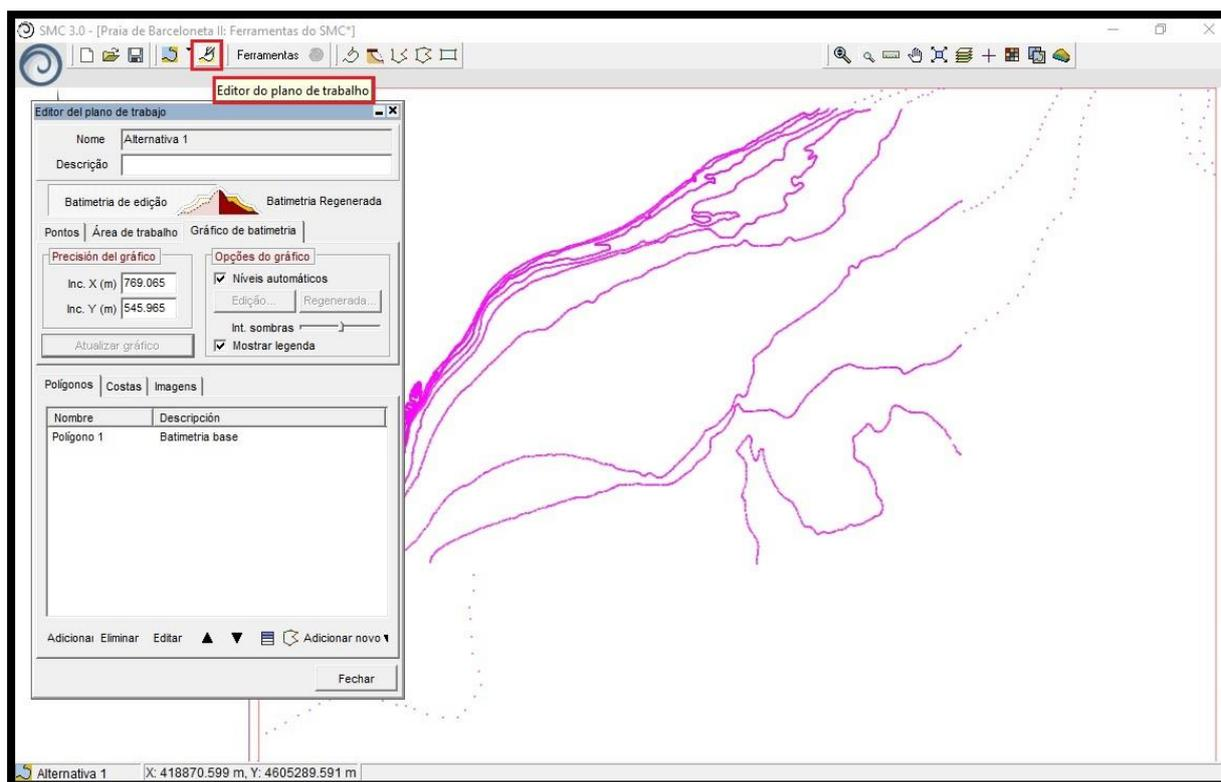

Figura 3 – Pontos batimétricos do projeto criado, utilizando a batimetria base selecionada e o “Editor do plano de trabalho”.
Depois de concluído, a batimetria é carregada (pontos em rosa), como é possível observar na Figura 3. Caso os pontos não estejam sendo visualizados, deve-se:
- 13) Na subaba de Polígonos aparecerá o “Polígono 1”, associado a batimetria selecionada anteriormente (Figura 3). Selecionar o “Polígono 1”, clicar em “Editar” e então aparecerá a janela “Editor de polígonos”;